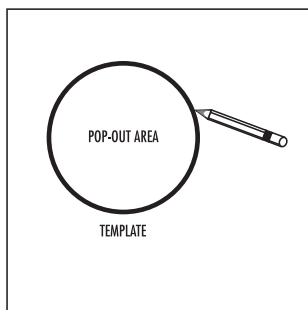

FIGURE 10a
- Using the template, trace the installation location with a pencil. You can do this by holding the template in your preferred location and tracing around it. Use a level to make certain the template is straight and plumb. This is the exact cutout size [figures 10a & 10b].
- À l'aide du gabarit, tracez l'endroit de l'installation avec un crayon. Vous pouvez accomplir cette besogne en tenant le gabarit à l'endroit choisi et en traçant autour. Utilisez un niveau pour vous assurer que le gabarit est bien droit et de niveau. C'est la grandeur exacte de l'embrasure [figure 10a et 10b].